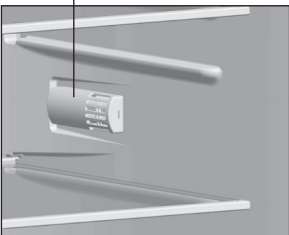

Figura 4
**ATENȚIE! Nu așezați mâncarea aproape de senzorul de temperatură situat pe peretele din dreapta al CF, în conformitate cu figura 4.**